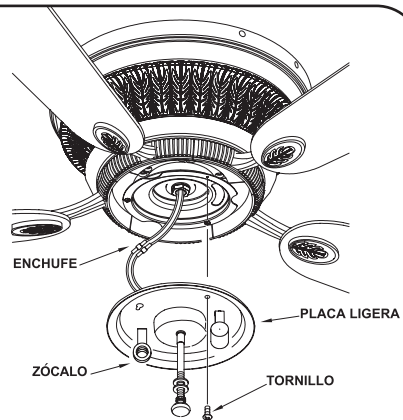

Fig.9
Paso 1. Afloje los tornillos del plato de la lampara. (Fig. 9)
Paso 2. Enchufe los dos alambres del ventilador con los dos alambres del ensamble de la lampara. Instale el ensamble de la lampara sobre los tornillos del plato de la lampara, apriete bien los tornillos. (Fig. 9)